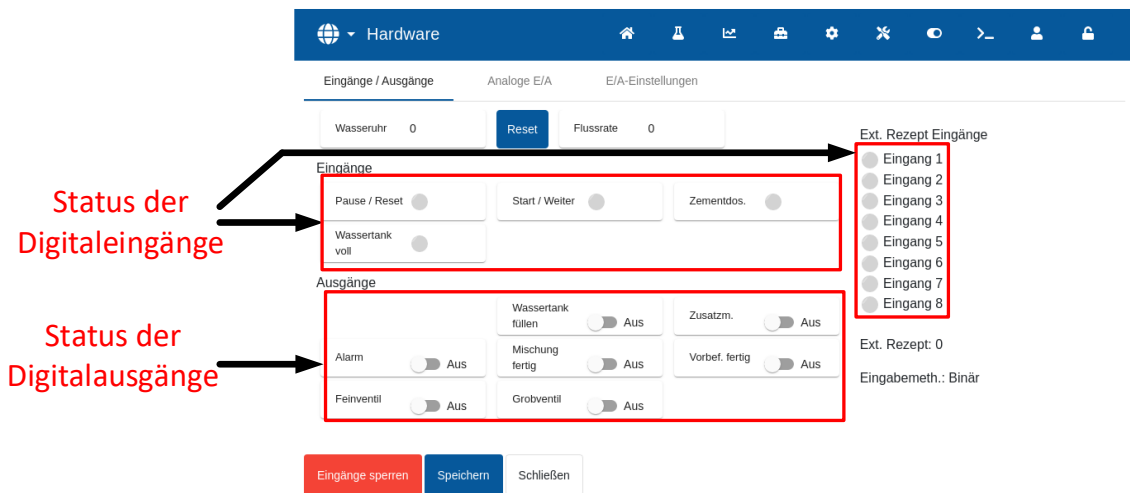

Abbildung 25: E/A-Testseite
Die digitalen Ein- und Ausgänge können über die Seite „Eingänge/Ausgänge“ des Bildschirms „Hardware“ (siehe Abbildung 25) getestet werden.
1. Gehen Sie zur Seite „Eingänge/Ausgänge“ des Bildschirms „GPIO Hardware“ (siehe Abbildung 25). Drücken Sie die „Reset“-Taste, wenn der Wert „Wasseruhr“ nicht „0“ ist.